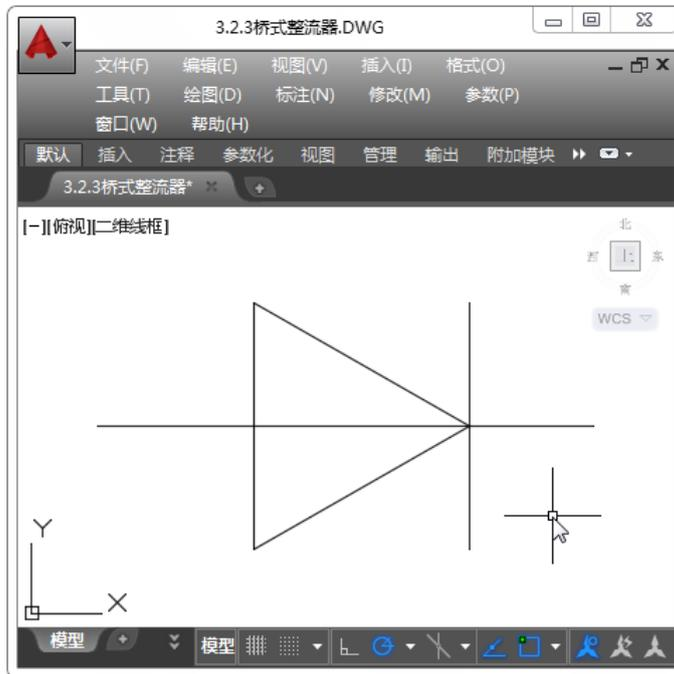

图 3-36 绘制竖线
Step07: 以三角形的右端点为 midpoint, 绘制长度为 10 的竖线, 如图 3-36 所示。